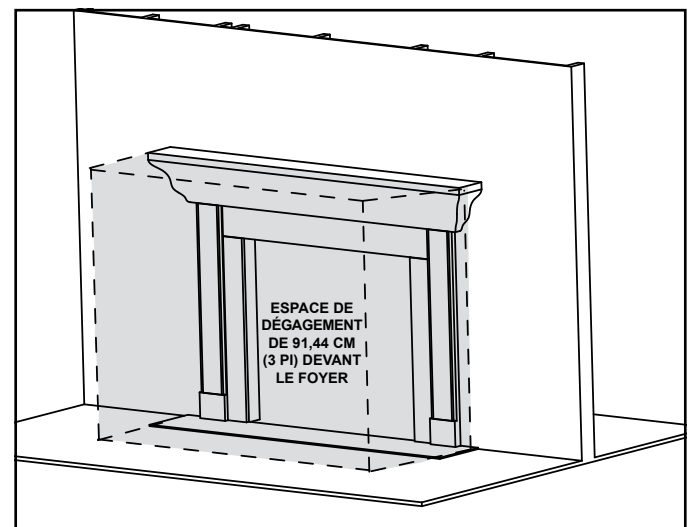

Figure 3.1 Exigences de dégagement : pour tous les modèles
**AVERTISSEMENT! NE PAS placer d'objets inflammables devant le foyer ou qui recouvrent les ouvertures du foyer. Des températures élevées pourraient provoquer un incendie. Voir la figure 3.1.**